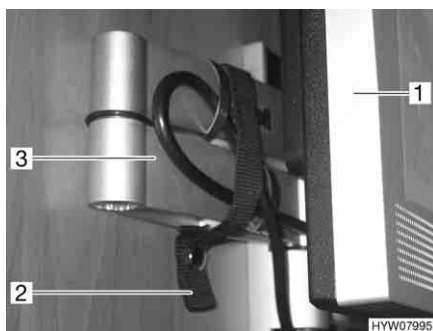

Fig. 87 Schermo piatto con braccio snodato
- Staccare la cintura di ritegno (Fig. 87,2).
- Inclinare lo schermo piatto (Fig. 87,1) sul braccio snodato (Fig. 87,3) nella posizione desiderata.